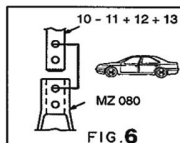
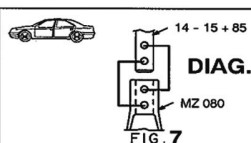
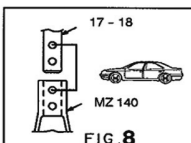

FIG. 6
FIG. 7
FIG. 8
Pour le verrouillage des pièces 10-11-14-15-17-18 dans les tours MZ correspondantes voir fig.6 – fig.7 et fig.8.
*Il est possible de fixer le véhicule sur les pièces 14-15-16 en utilisant les vis HM12-300 livrées. Voir fig.7 pour le verrouillage dans les tours MZ080.*